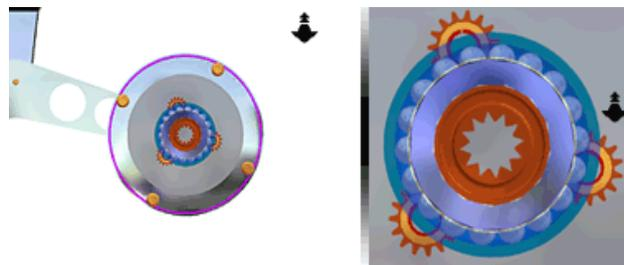

Figura 12. Zoom.
- **Zoom:** Se representa mediante el símbolo . Utilice el botón Zoom de la barra de Herramientas Estándar para obtener la escala que desee. Pulse el botón y, a continuación, en la ventana gráfica pulse el cursor cuando lo mueva hacia arriba o hacia abajo, para ampliar o reducir dinámicamente la vista. Puede aplicar zoom a la vista mientras otras herramientas están activas. Pulse F3 para activar temporalmente la herramienta. Representada mediante la figura 12.